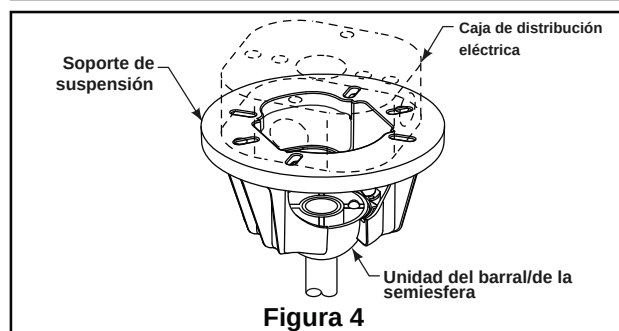

Figura 4
- ☐ 4. Coloque el soporte de la varilla y alinee los orificios de la clavija de horquilla en ambas piezas. Instale la clavija de horquilla y asegúrela con la pinza de horquilla. Fije los dos tornillos de presión y las tuercas de seguridad en el soporte de la varilla interior. (Figura 4)
- ☐ 2. Levante cuidadosamente el ventilador y coloque el ensamble de la bola para colgar/varilla en la abrazadera para colgar que acaba de fijar a la caja de salida. Asegúrese de que la ranura de la bola esté alineada con la lengüeta de la abrazadera para colgar. (Figura 4)
- ☐ 4. Afloje tres tornillos y extraiga un tornillo de la brida de soporte. (Figura 4)